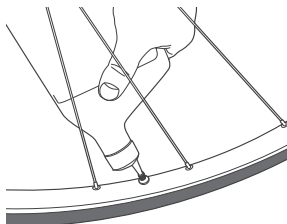

**Abb. 5. Zum Entfernen des Ventileinsatzes den Ventilschlüssel gegen den Uhrzeigersinn drehen**
3. Nehmen Sie den Ventileinsatz heraus (Abb. 5).